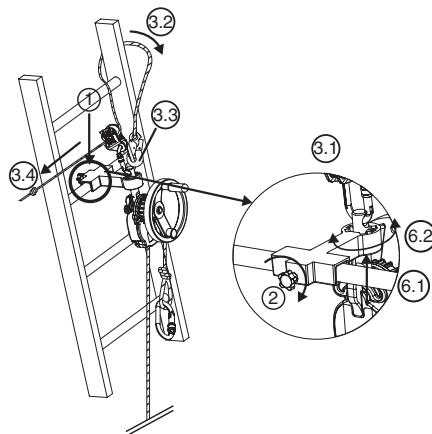

Abb. 7
### 6.3.3. Gerät derope™ UP K (Abb. 7)
- Den kleinen Adapter an der für die Rettung erforderlichen Stelle über der zu rettenden Person an der Leitersprosse anbringen (Abb.7, 1).
- Den Sicherungsbolzen an der Rückseite des kleinen Adapters mit Hilfe des Rändelknopfs festziehen (Abb.7, 2).
- Den Karabinerhaken der Einstellvorrichtung LCM 05 in der oberen Bohrung des Befestigungsbolzens befestigen (Abb.7, 3.1).
- Das Halteseil um die über dem Adapter gelegene Sprosse und um einen der Leiterholme führen (Abb.7, 3.2).
- Den Karabinerhaken des Halteseils am Karabinerhaken der Einstellvorrichtung LCM 05 befestigen (Abb.7, 3.3).
- Das Halteseil durch Ziehen am Leertrum spannen (Abb.7, 3.4).
6. Das derope™-Gerät nach Bedarf ausrichten, indem die Position des Befestigungsbolzens in der Positionierungsvorrichtung geändert wird (Abb.7, 6.1 – 6.2).